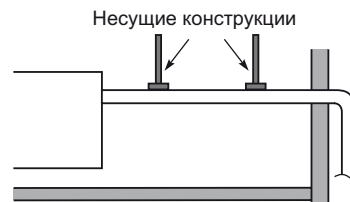

Рис.3-13
- Не прикладывайте силу к трубопроводу со стороны блока во время подсоединения дренажной трубы. Труба не должна свисать без опоры от места ее соединения с блоком. Прикрепите трубу к стене, каркасу или другой опоре как можно ближе к блоку. (Рис. 3-13)